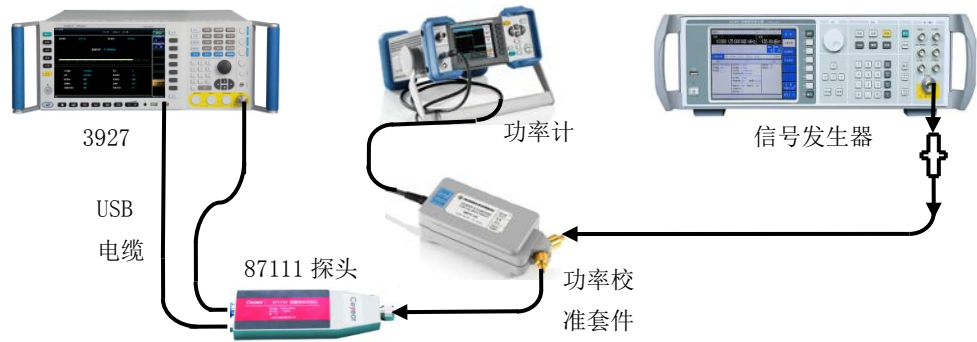

图8.6 功率准确度测量测试示意图
- 2) 按图8.6所示连接测试设备, 其中信号发生器输出接NRPC50。设置信号发生器的输出幅度为+6dBm。